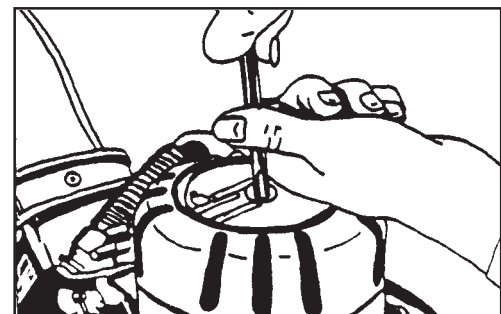

Abbildung 11
1. Entfernen Sie die Abdeckung des Motors. Siehe Abbildung 11.